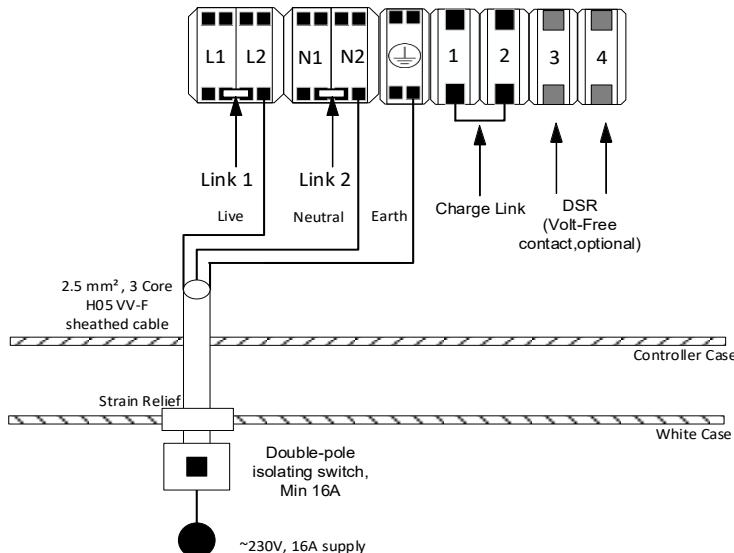

Abbildung 10 – Verkabelung der Thermino ePlus Wärmebatterie ohne Solarenergie-Umschaltung
- Ohne Solarenergie-Umschaltung folgen Sie Abschnitt 6.4.1., Abbildung 10